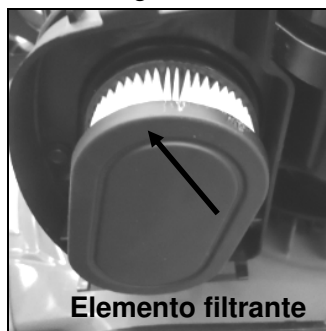

Fig.14B
3. Lave el elemento filtrante en agua con jabón. (Fig.14B) **¡NO USE GASOLINA!**